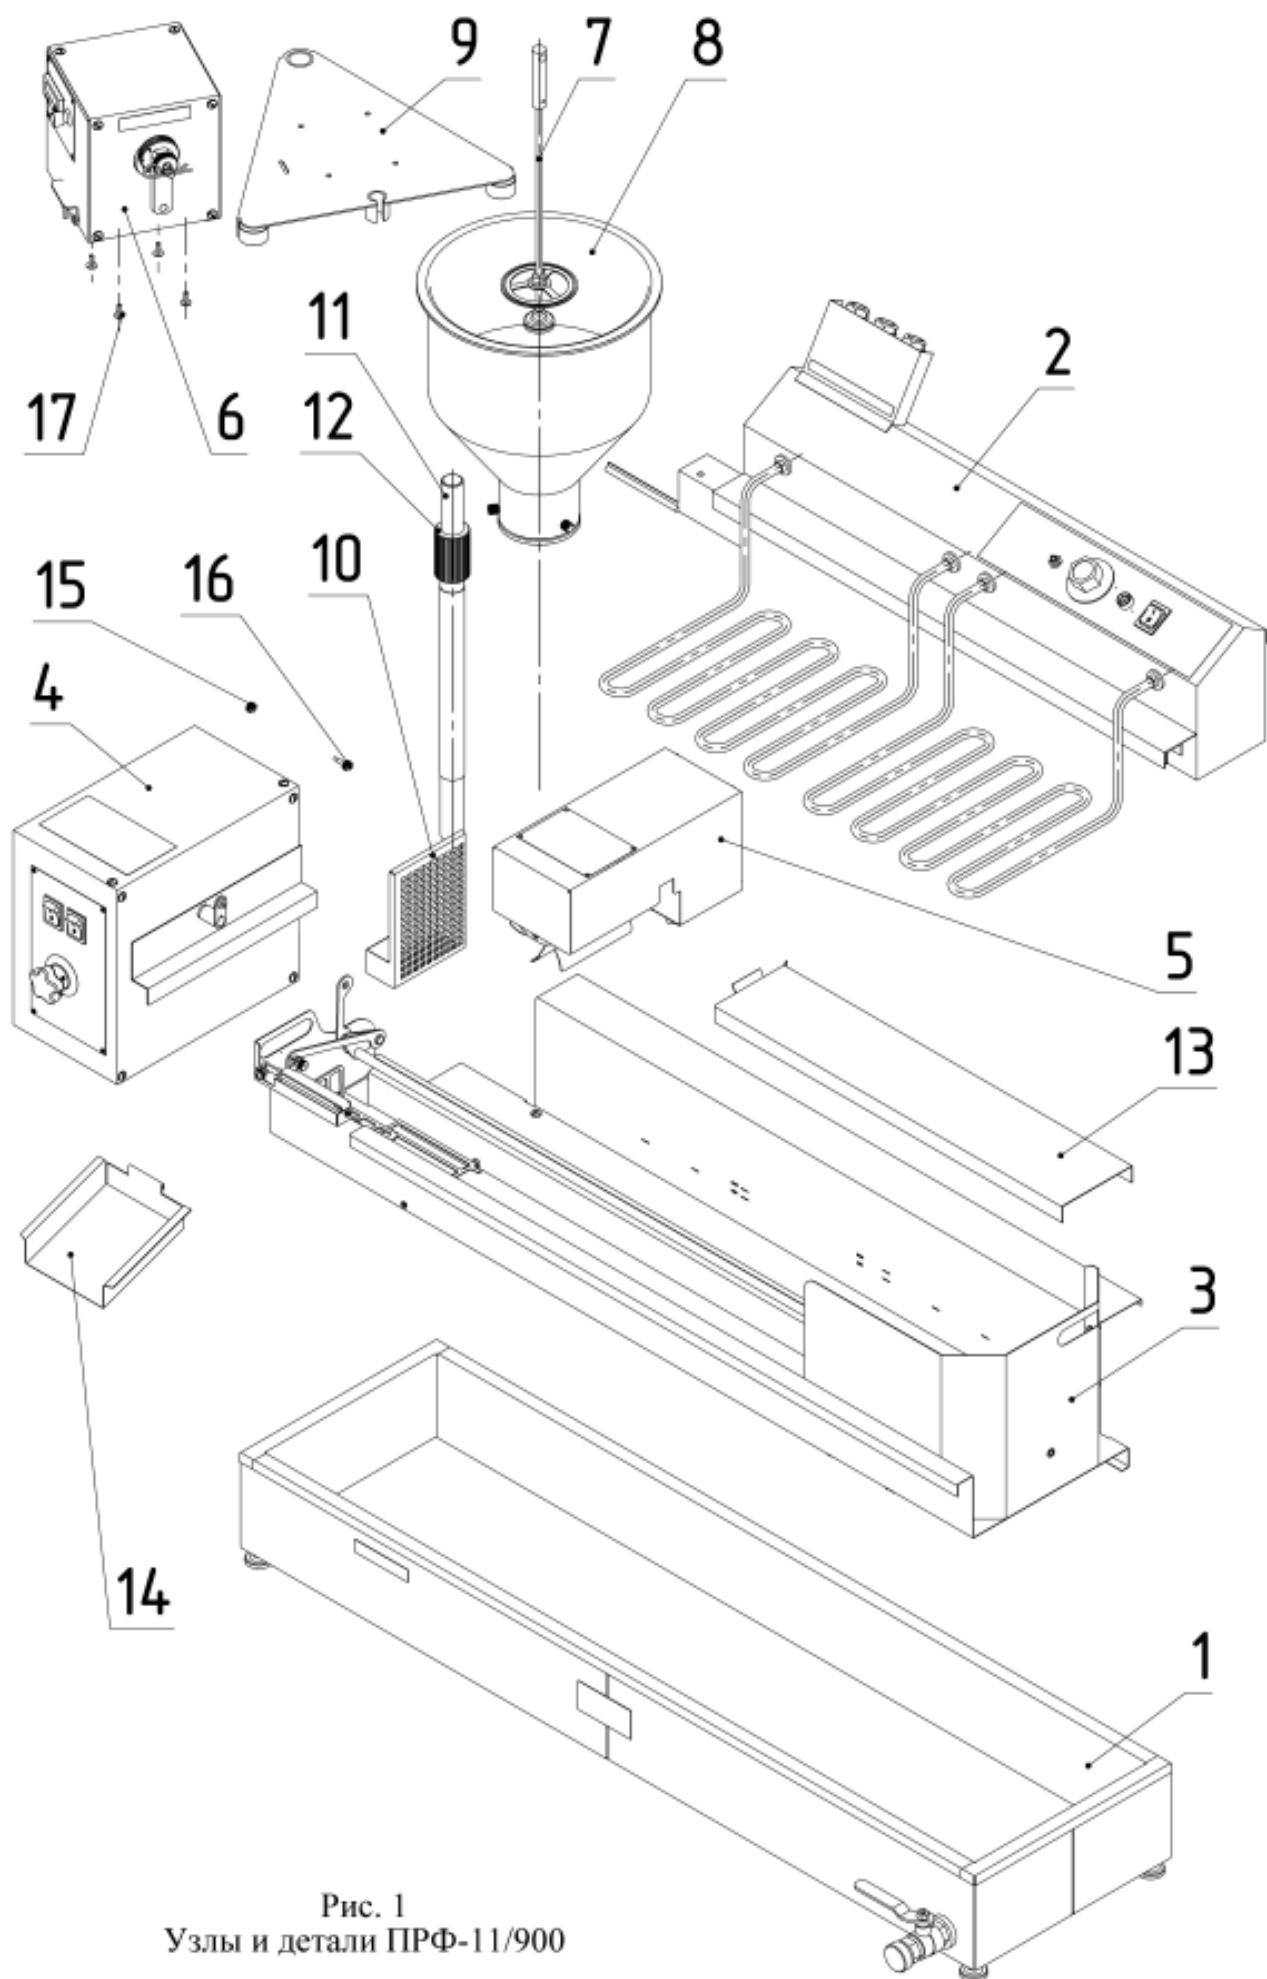

Рис. 1
Автомат пончиковый ПРФ-11/900 состоит из следующих частей (рис.1):
Автоматическое формирование пончиковых заготовок осуществляет дозатор, состоящий из бункера для теста (8) (рис.1), электромеханического привода (6) и поршня (7), который выдавливает из бункера тестовую заготовку в форме пончика в жарочный бак (1). Массу пончика можно регулировать механизмом регулировки массы, который находится на выходном валу привода дозатора.